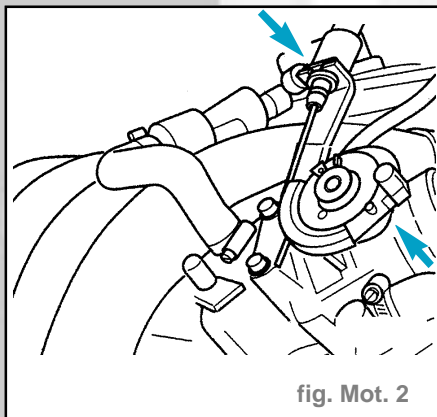

fig. Mot. 2
- Décrocher le câble d'accélérateur de la came de câble de l'unité de commande de papillon et du contre-palier - flèches - (ne pas retirer le crantage sur le contre-palier) (fig. Mot. 2).